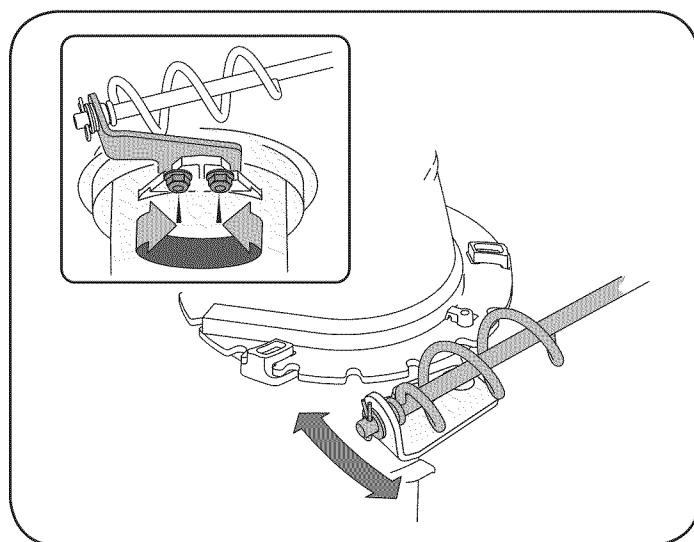

Figura 21
1. Afloje las dos tuercas que sujetan el soporte del canal y cambie su posición ligeramente. Vea la Figura 21.